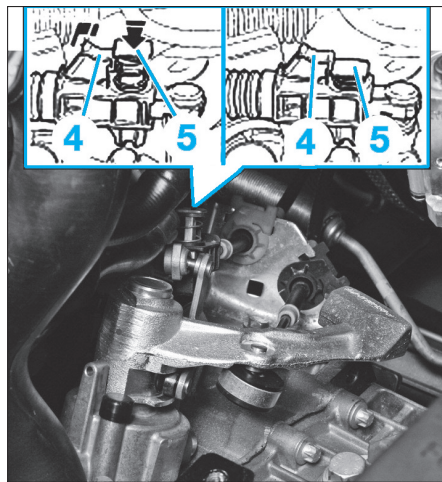

Fig. 7
- Armer le dispositif de réglage automatique situé sur le câble de sélection des vitesses en tirant vers l'arrière le dispositif (4) et en abaissant le ressort de verrouillage (5). Relâcher ensuite le dispositif (4) afin de maintenir en position le ressort de verrouillage (5) (Fig.7).